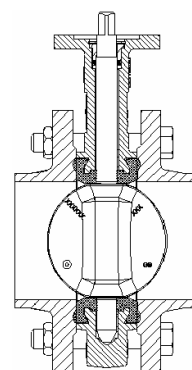

Рис. 5
7. Снова откройте заслонку (рис. 5) и затяните гайки (*необходимо затягивать постепенно и последовательно противоположные гайки так, чтобы равномерно сжать футеровку*) до контакта корпуса заслонки и фланцев (контакт металл/метал).